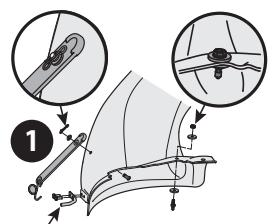

Figura 18
- Instale la correa de goma del canal sobre el codo del canal utilizando el pasador de horquilla (711-05063), la arandela (736-0204) y el pasador de chaveta con unión curva (714-04040) del paquete de herrajes 689-02239A. Consulte la Figura 18. Fije el extremo de la correa utilizando el orificio más alejado del extremo, inserte el extremo de gancho pequeño del gancho del resorte de torsión (732-04510A) en el otro extremo (1).
NOTA: En plataformas con ruedas delanteras de plataforma, la varilla de montaje del capó debe extraerse para poder instalar este codo del canal de descarga sobre el tractor. Consulte la Figura 18.
- Instale el pasador de montaje de la plataforma (711-05049) arriba dentro del codo del canal con dos arandelas planas (736-0176) del paquete de herramientas 689-02239A y fíjelo con una tuerca de seguridad con brida (712-3027), como se indican en la Figura 18.
- Retire la varilla de montaje del maletero y los herrajes como se indican en la Figura 18.